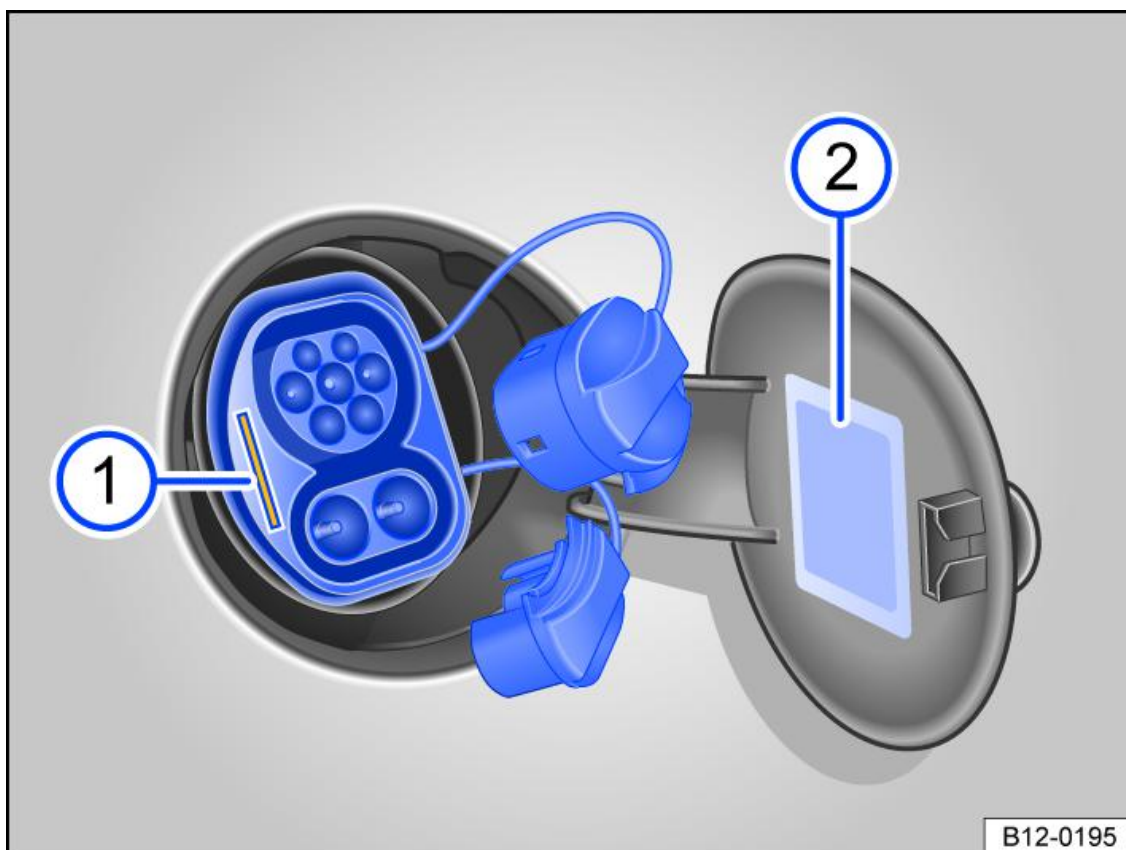

Fig. 1 Spia di ricarica dietro lo sportellino della presa di ricarica ①, targhetta adesiva con informazioni ②
2. Rimettere il cappuccio sulla presa → *fig. 1* .
La spia di ricarica è costituita da un LED che si trova sulla presa di ricarica e che indica lo stato della ricarica → *fig. 1* ①.